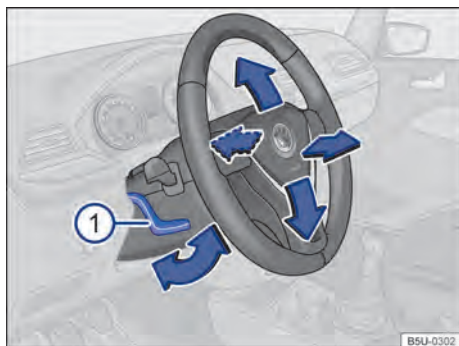

Fig. 60 Ajustar a posição do volante.
- Empurrar a alavanca → Fig. 60 ① para baixo e colocar o volante na posição desejada.